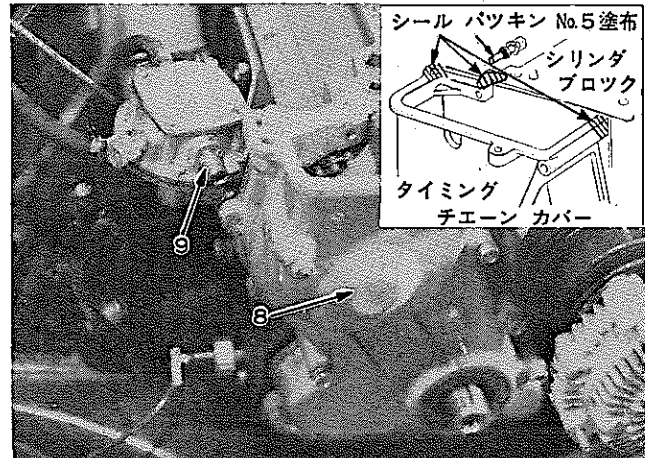

図4-5-23 タイミング チェーン カバー取り付け H0435 S3109
- 2 図4-5-23の個所にシール パツキン No.5を塗布する。